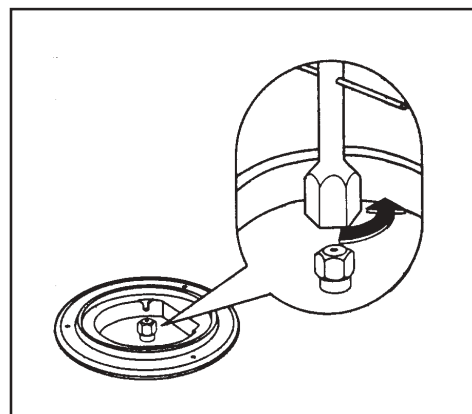

Рис. 6
- С помощью торцевого ключа на 7 открутите и снимите инжекторы (Рис. 6), и замените их на те, которые соответствуют применяемому типу газа (см. **табл. 2-2а**).